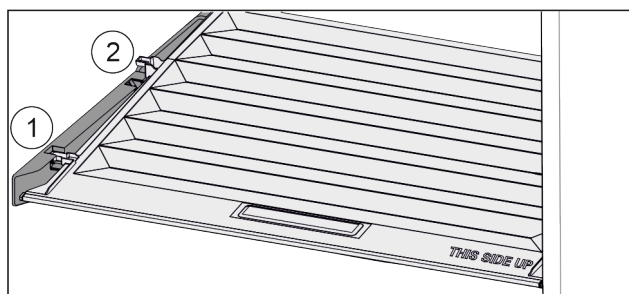

Fig. 82
- ▶ Trekk dekkelet til åpningen i holdedelene fremover Fig. 82 (1).
- ▶ Løft ut nede bak og ta opp og ut Fig. 82 (2).